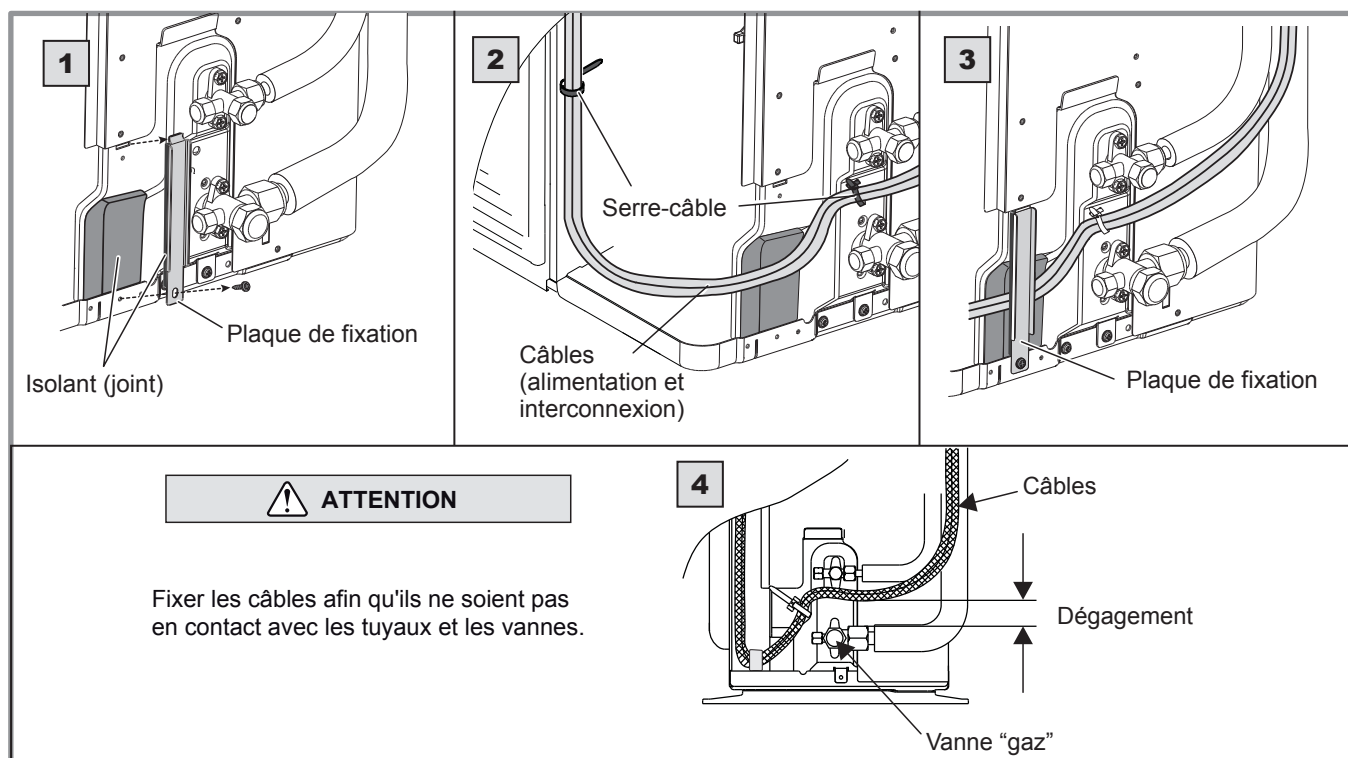

figure 36 - Finalisation de la connexion de l'unité extérieure
- Utiliser la plaque de fixation pour tenir les câbles contre la plaque isolante (rep. 1 à 3 figure 36). **Fixer les câbles afin qu'ils ne soient pas en contact avec les tuyaux et les vannes (rep. 4).**